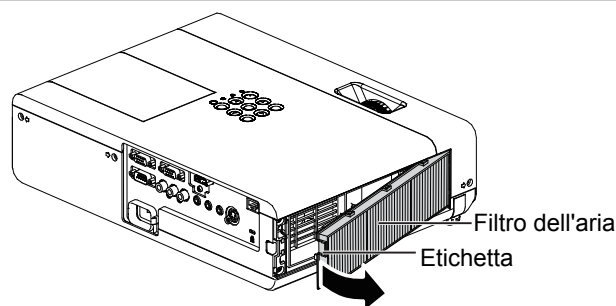

Fig.2
- Tenere la Etichetta del filtro dell'aria ed estrarlo nel senso indicato dalla freccia. (Fig. 2)